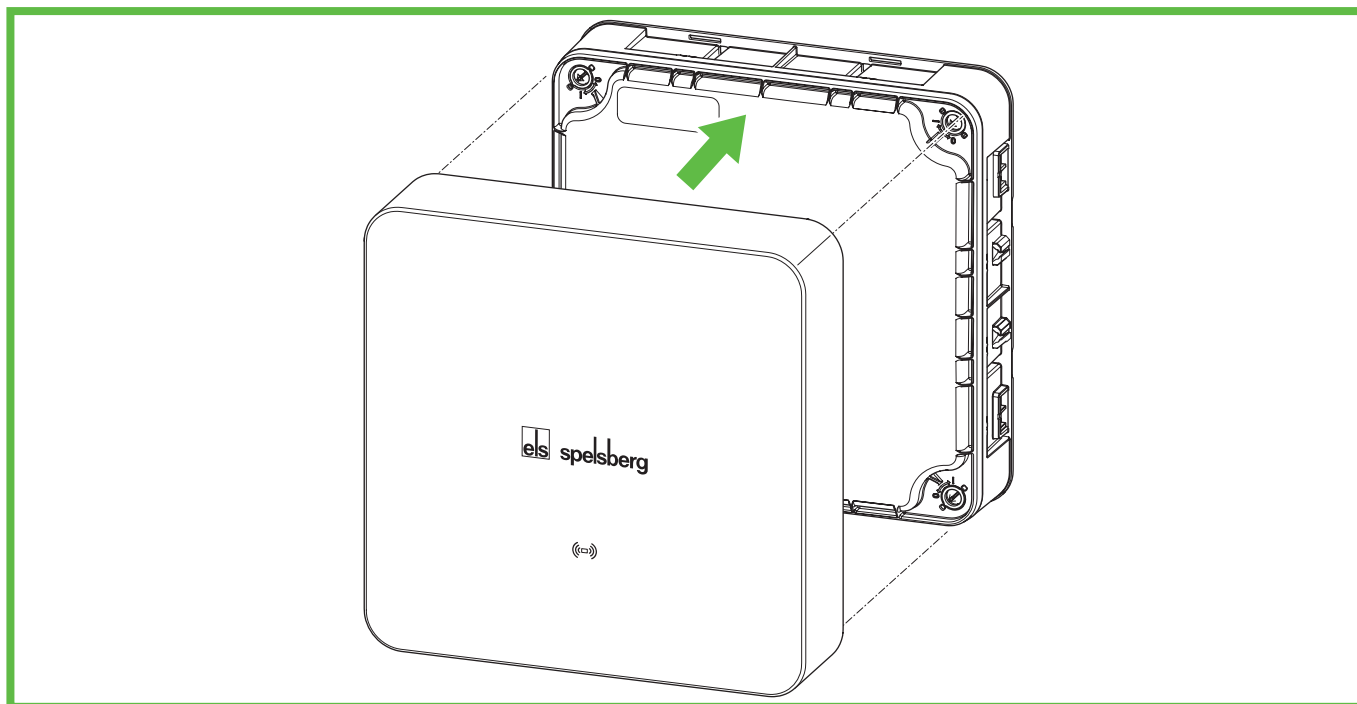

Fig. 16 : Mise en place
- ▶ Poussez le couvercle design sur le boîtier mural. Le logo Spelsberg doit être lisible (voir Fig. 16).